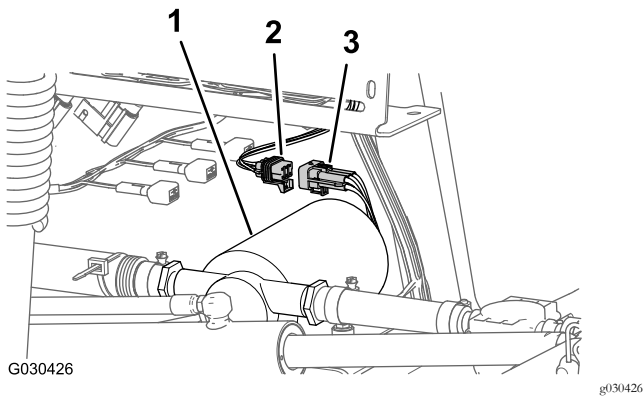

Figure 8
2. Débranchez le connecteur à 6 broches sur le faisceau de la pompe de rinçage du connecteur à 6 douilles sur le faisceau arrière (Figure 8).